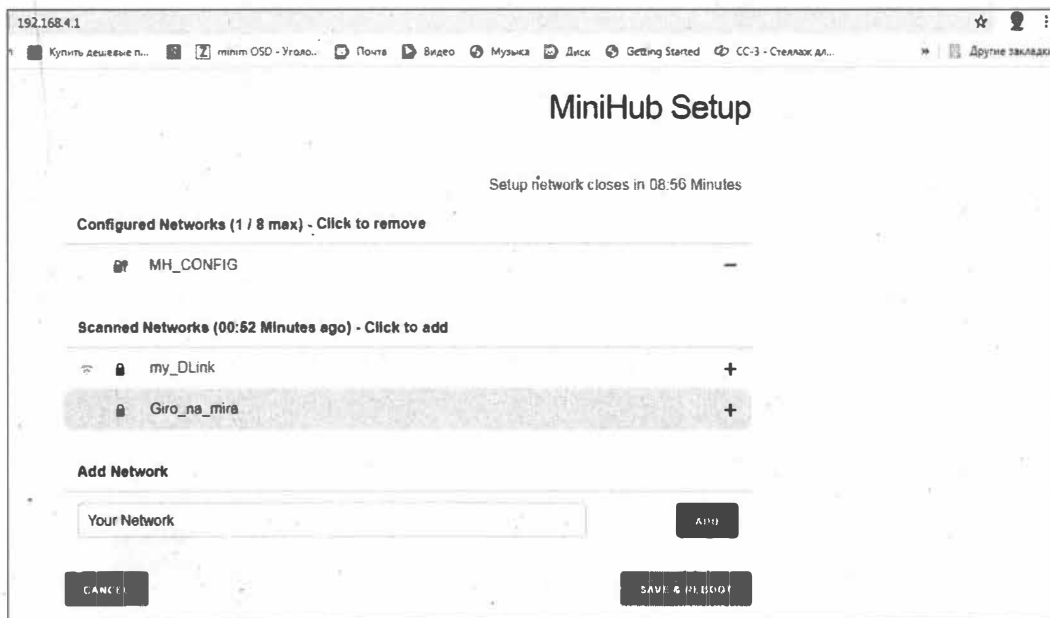

Рис. 5.95. Страница конфигурации шлюза The Things Indoor Gateway
3. После подключения к сети Wi-Fi перейдите с помощью веб-браузера по адресу 192.168.4.1 для доступа к странице конфигурации Wi-Fi (рис. 5.95).